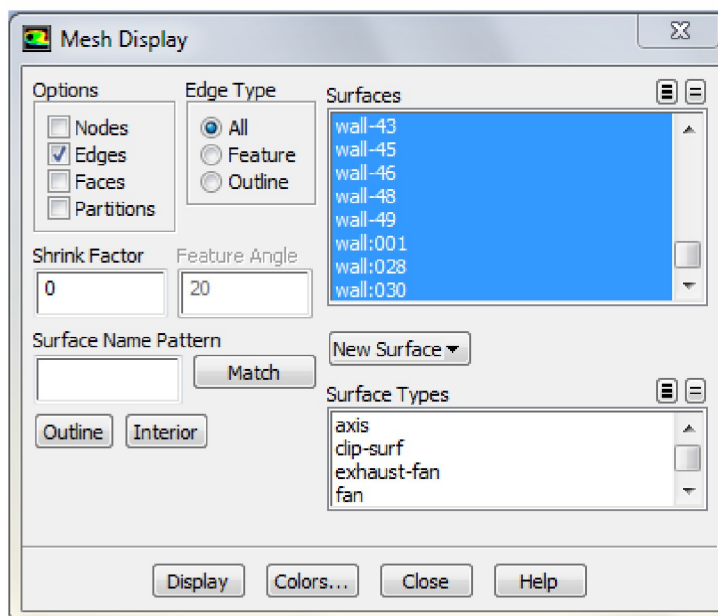

Рисунок 2.39 – Меню настройки отображения сетки
- В появившемся окне во вкладке *Mesh Display* выделяются все поверхности *surfaces* (рисунок 2.39).